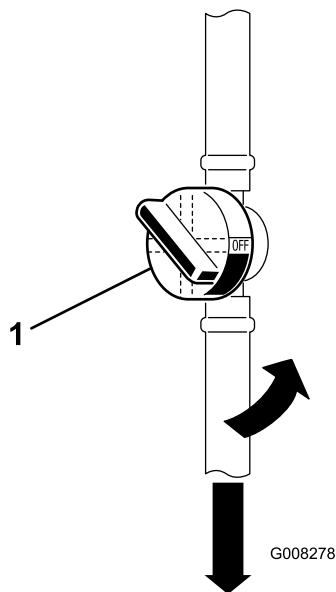

Figura 29
7. Premete le estremità delle fascette stringitubo ed allontanatele dal vecchio filtro del carburante (Figura 29).
5. Chiudete la valvola di intercettazione del carburante (Figura 29).